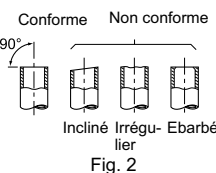

Fig. 3
- Lors du raccordement du tuyau de vidange à l'enveloppe de chlorure de polyvinyle dure, veillez à l'insérer correctement dans l'enveloppe. (Fig. 3)
- 4) Placez le bouchon de vidange sur la section sur laquelle le tuyau de vidange doit être fixé à l'arrière de l'unité interne. (Fig. 3)
- 2) Ebarbez parfaitement la partie tronçonnée du tuyau. (Fig. 3)